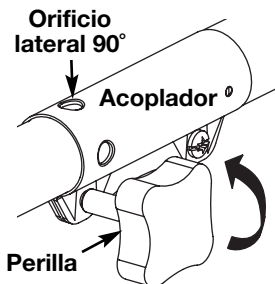

Fig. 2
3. Mientras sostiene el accesorio con firmeza, empujelo en línea recta en el acoplador (Fig. 2).